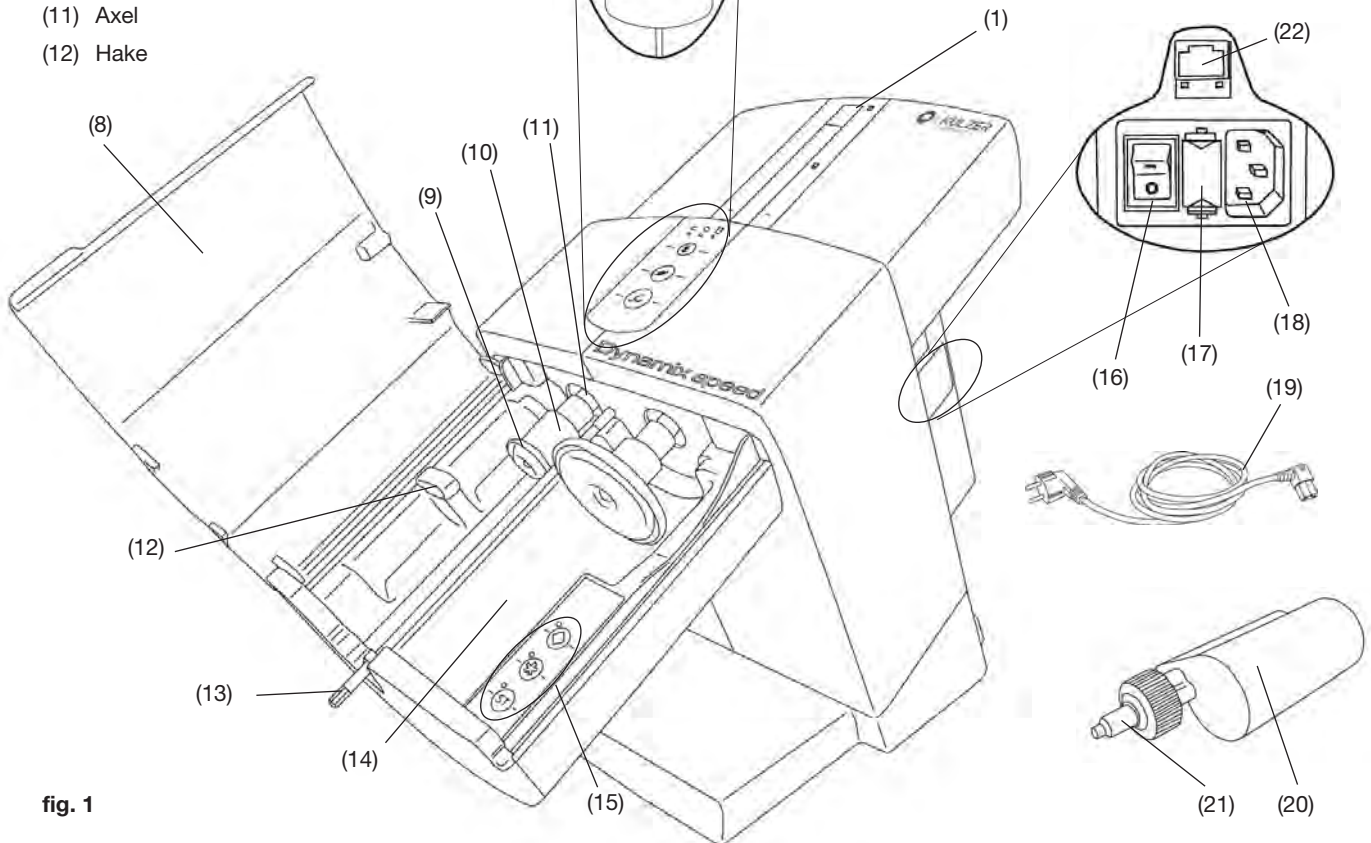
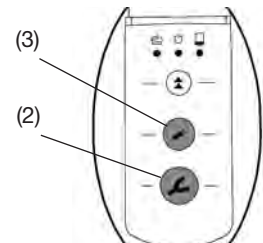

fig. 1
fig. 8
- Anslut den medföljande nätsladden (19, fig. 1) till nätströmsuttaget (18).
- Slå på enheten med nätströmbrytaren (16).
- Tryck på tillbakadragningsknappen (4).
- Kolvarna (9, fig. 1) dras tillbaka till utgångsläget där de stannar.
- Öppna enhetens lock (8, fig. 1).
- Avlägsna transportsäkringarna (23).
En cylinderampull kan bara sättas i eller bytas om båda kolvarna (9, fig.1) är i utgångsläget.
- Stäng enhetens lock (8, fig. 1).
- Placera cylinderampullen (20) i enheten. Kontrollera att cylinderampullen kommer på plats under haken (12).
- Välj blandningsprogram (15), se även avsnitt 5.1.1. Information om blandningsprogrammet återfinns på cylinderampullen i form av symbolen "asterisk" * eller "ruter" ◆.
Den röda lysdioden för "Enhetens lock öppet" (7, fig. 1) lyser tills locket är riktigt stängt.
- Om användaren trycker på en av matningsknapparna (avtryckssked [2, fig. 8] eller dispenser [3, fig. 8]) utan att välja ett blandningsprogram, aktiveras "ST"-programmet automatiskt. Lysdioden bredvid "ST"-knappen tänds.
- Tryck och håll ned framåtknappen (2) eller (3) (beroende på önskad hastighet eller funktion):
- Avtryckssked (2), normal extruderingshastighet med aktiverat blandningsprogram eller
- Avtrycksspruta (3), långsam extruderingshastighet.
- Blandarskaftet aktiveras så att den sexkantiga änden (13, fig. 1) kan gängas in i blandningsmunstycket.